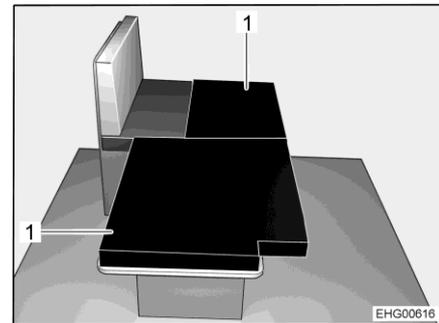

Fig. 50 Dopo la trasformazione
- Posizionare i due cuscini aggiuntivi (Fig. 50,1) sul tavolo ribassato, come illustrato.